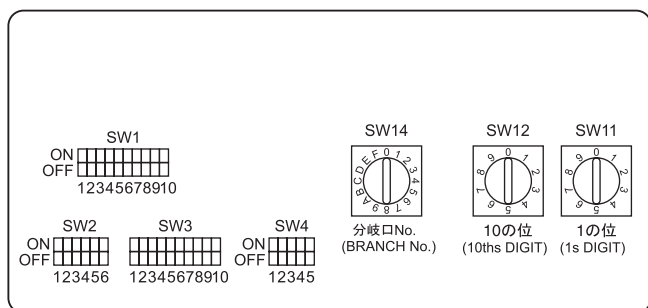

Fig. 4-6
4.5. Установка адресов (Fig. 4-6)